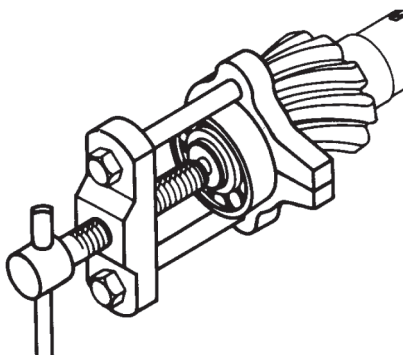

Figura 34
- M - Quite, si es necesario, el rodamiento piloto, utilizando un extractor adecuado o una prensa (figura 34).